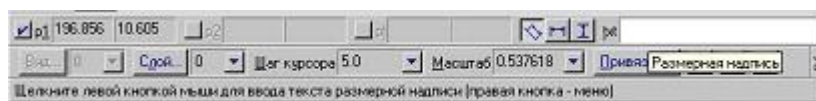

Рис. 11.
25. Введите обозначение диаметра окружности. В строке состояния щелкните ЛКМ в поле txt (рис. 11)